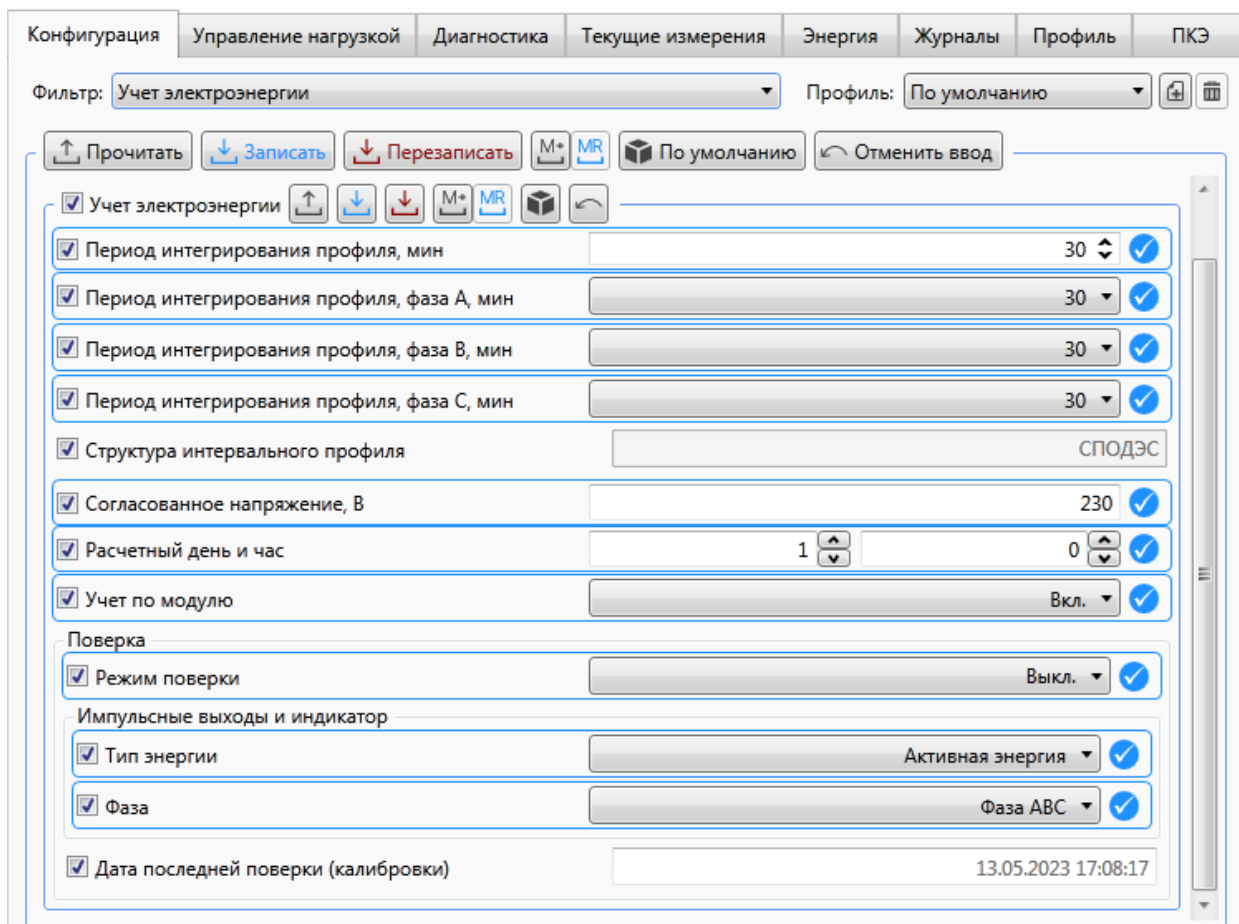

Рисунок 9.28 – Настройка параметров учета электроэнергии
9.5.13.4 Изменить считанные значения параметров на требуемые значения и нажать кнопку  для записи новых параметров в счетчик (рисунок 9.28).